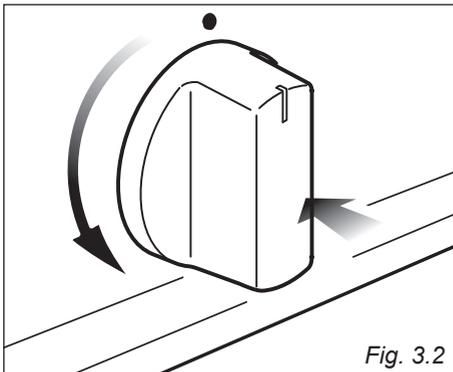

Fig. 3.2
- Abra la abrazadera del cable desenroscando el tornillo "F" (fig. 3.2), desenrosque los tornillos de los terminales y retire el cable.
1. Gire la perilla de la válvula en sentido antihorario (fig. 3.2), hasta la capacidad máxima, y manténgalo presionado, se obtendrá la activación del encendido. Si falta corriente eléctrica, acerque una llama al quemador.